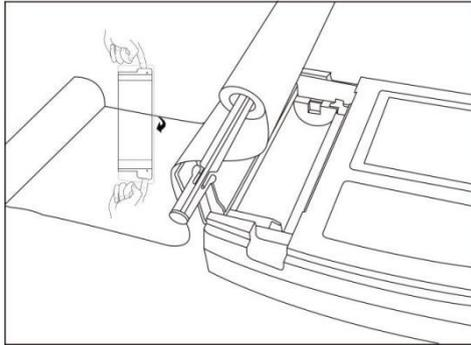

Abbildung 6-1 Auffüllen von Aufzeichnungspapier
1. Heben Sie, wie in Abbildung 6-1 gezeigt, mit beiden Händen gleichzeitig beide Seiten der Papierfachabdeckung an, um sie zu öffnen. Nehmen Sie die Walze heraus und setzen Sie sie wie in der Abbildung gezeigt in das Rollenpapier ein. Die Papierseite mit den Rastern sollte nach unten zeigen und dann an der richtigen Stelle im Papierfach eingestellt werden.
Wie in Abbildung 6-1 gezeigt: